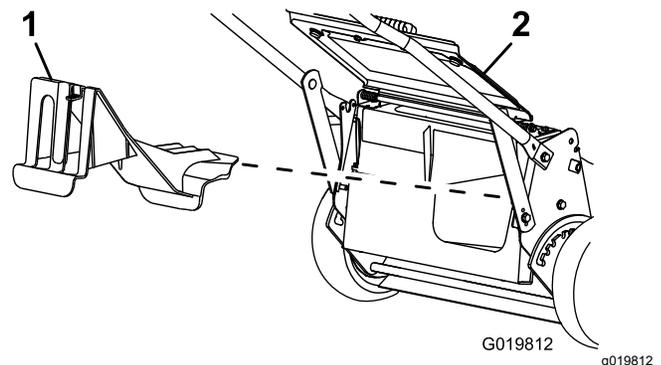

Figura 23
- Se o tampão de descarga traseira não estiver instalado, agarre-o pela pega, elevando a porta traseira e insira-o na calha de descarga traseira até que encaixe no sítio; consulte Figura 23.
2. Retire o bujão de descarga traseira empurrando o trinco para baixo com o polegar e retirando o bujão da máquina (Figura 23).